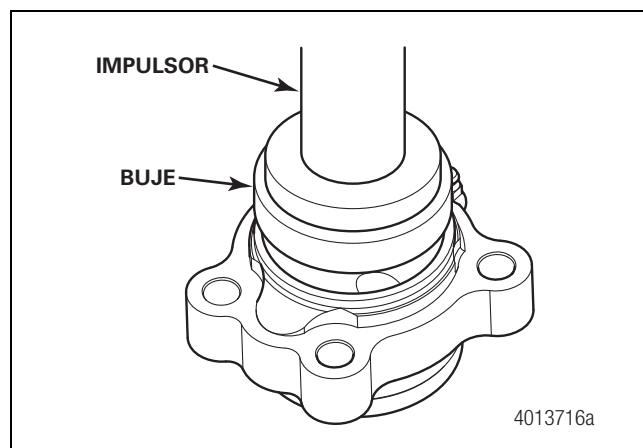

Figura 11.45
9. Inserte un buje nuevo en el portabuje y, con un impulsor, empuje el buje hacia dentro hasta que esté centrado en el portabuje. Figura 11.45.